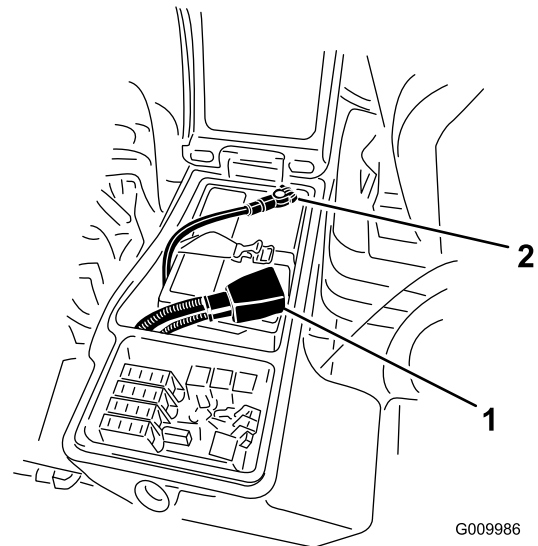

Bild 66
3. Klemmen Sie das Minuskabel (Schwarz) vom Minuspol (-) des Akkus und das Pluskabel (Rot) vom Pluspol (+) des Akkus ab (**Bild 66**).
6. Klemmen Sie das Pluskabel (Rot) am Pluspol (+) des Akkus und das Minuskabel (Schwarz) am Minuspol (-) des Akkus an (Bild 66).